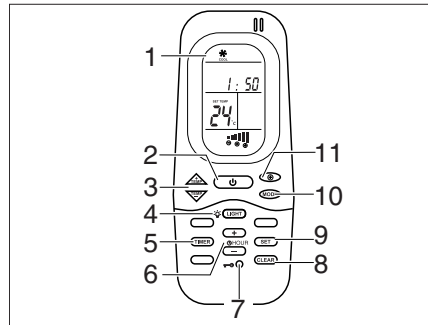
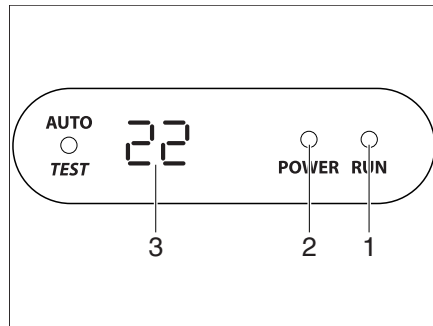

Fig. 122 Telecomando
Fig. 123 Display sul diffusore
L'impianto di climatizzazione si trova sul tetto del veicolo. Il telecomando (Fig. 122) dell'impianto di climatizzazione si trova nella zona cucina.
- Collegare il veicolo all'alimentazione a 230 V. L'impianto di climatizzazione è pronto a funzionare. Il LED (Fig. 123,2) sul display del diffusore si accende in rosso.
- Per attivare, premere il tasto di accensione/spengimento (Fig. 122,2) del telecomando. Il LED (Fig. 123,1) è acceso in verde quando l'impianto di climatizzazione funziona in modalità di raffreddamento. Il LED (Fig. 123,1) è acceso in rosso quando l'impianto di climatizzazione funziona in modalità di riscaldamento.
- Impostare la modalità di funzionamento desiderata con il tasto MODE (Fig. 122,10).
- Se necessario, con il tasto (Fig. 122,11) impostare il livello della ventola e con i tasti (Fig. 122,3) la temperatura ambiente desiderata.
- Per disattivare, premere di nuovo il tasto di accensione/spengimento (Fig. 122,2) del telecomando.
- Per la programmazione, accendere l'impianto di climatizzazione con il tasto di accensione/spegnimento (Fig. 122,2) del telecomando.
- Premere il tasto TIMER (Fig. 122,5). L'indicatore ON dell'ora di avvio si attiva.
- Con i tasti TEMP (+/-) (Fig. 122,3) impostare l'ora.
- Premere di nuovo il tasto TIMER (Fig. 122,5). L'indicatore OFF dell'ora di avvio si attiva.
- Premere di nuovo il tasto TIMER (Fig. 122,5).
- Al termine dell'impostazione premere il tasto SET (Fig. 122,9).
- Per cancellare la programmazione del timer, premere il tasto CLEAR (Fig. 122,8).